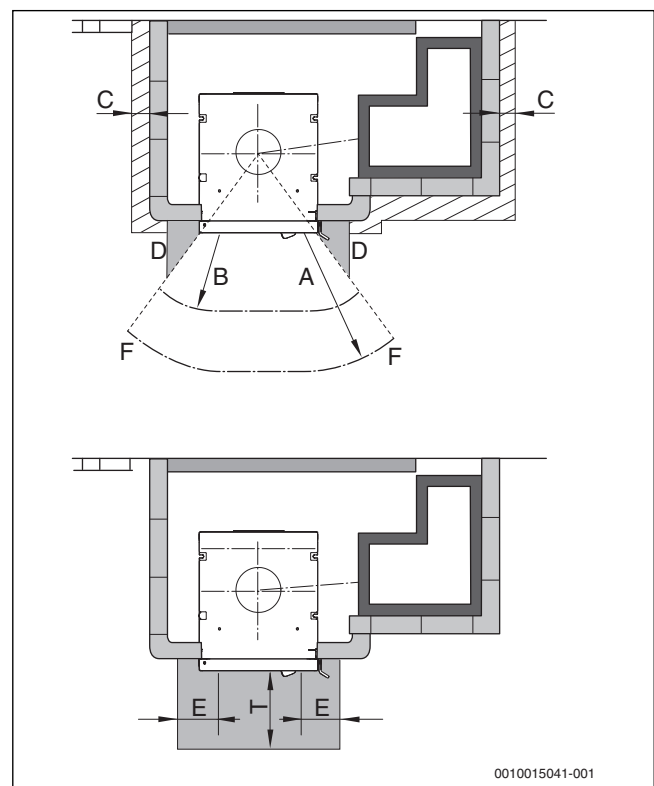
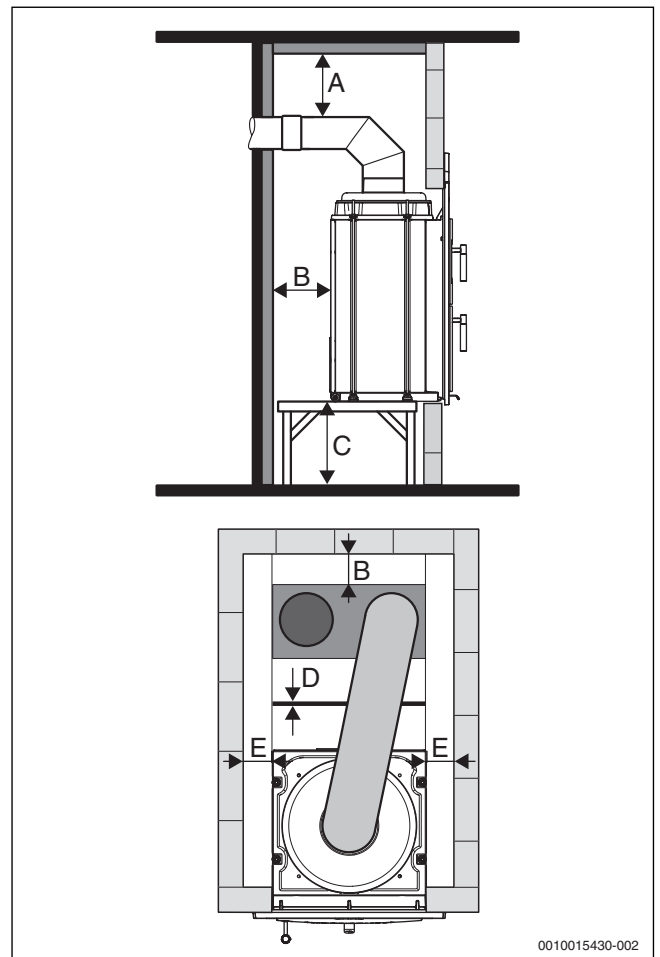

Bild 5 Äußere Mindestabstände
Bild 6 Heizkammer-Mindestabstände
- Die Mindestabstände müssen eingehalten werden (→ Bild 5, Seite 10 und Bild 6, Seite 11).
- Mindestabstände einhalten (→ Bild 6 und Tabelle 4, Seite 11).